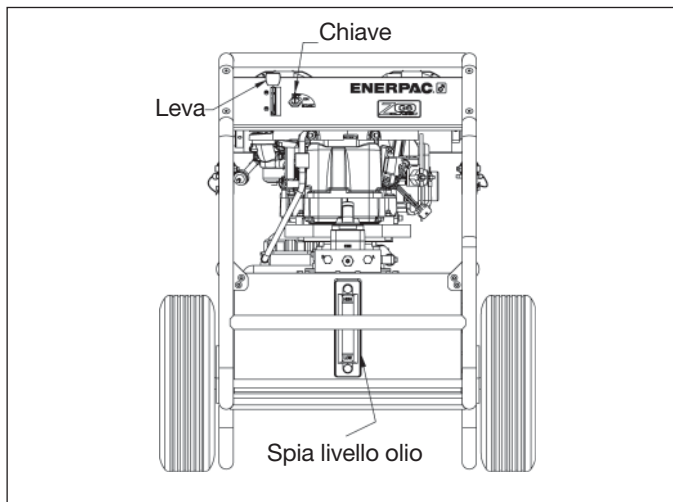

Figura 6
- Abbassare la leva verso il basso fino alla posizione di arresto per avere la massima prestazione. La leva può essere abbassata sotto all'arresto per il funzionamento in folle (vedere la Figura 6.)